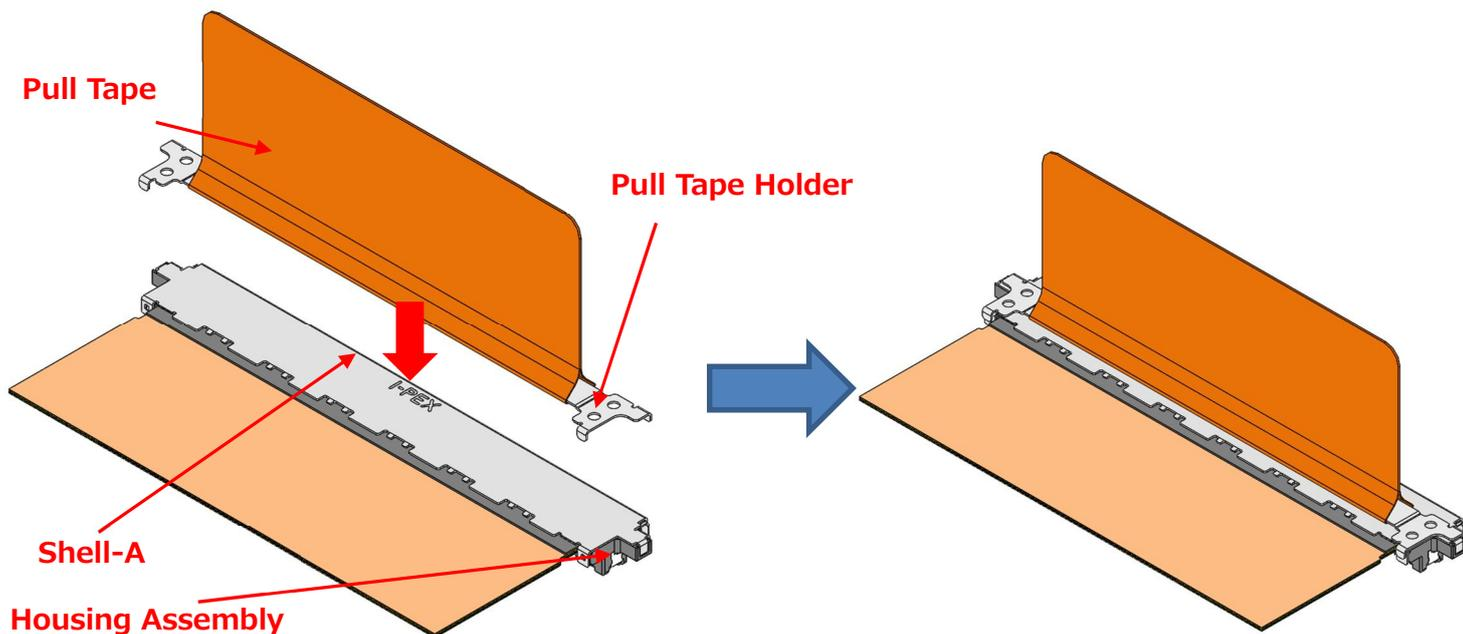

図.21 Pull Tape Holder 組付け
② 図.21 の様に pull tape holder を shell-A の上面から組み付ける。